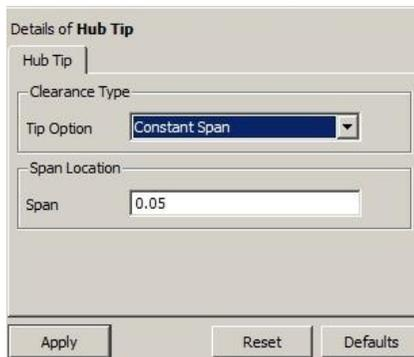

Рис. 3.9. Меню задания параметров радиального зазора постоянной относительной величины
- *Constant Span* – относительный зазор, постоянный по всей ширине венца. Задается в долях от высоты лопатки (например, 0,05 соответствует величине относительного зазора 5% от высоты лопатки). Значение вводится в поле *Span*, которое появляется при выборе данного пункта (рис. 3.9).